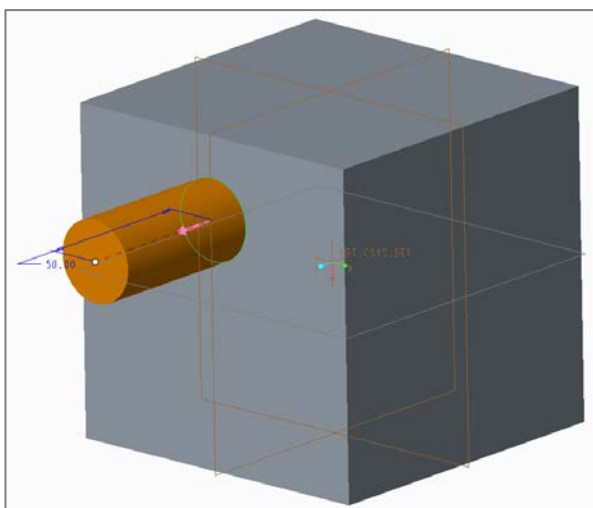

Fig.14 円の押し出し
11. 押し出しツールを用いて、Fig.14のように円を50押し出す。